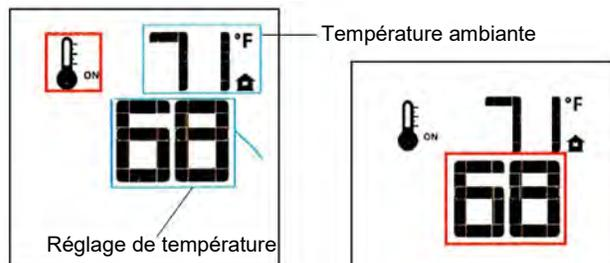

Figure 50.
- Pour activer cette fonction, appuyez sur la touche «Thermostat». L'afficheur indiquera que le thermostat ambiant est activé («ON») et affichera le réglage de température actuel. Fig. 50.